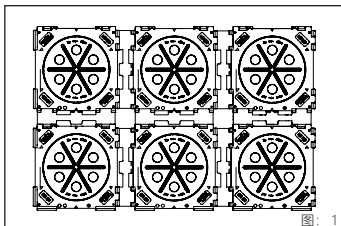

图: 1
对于外径大于等于 160 毫米的规划电缆护管和管道 (通过 HSI 150-M168 (WR)、HSI 150-D 160 GSM、KES-M150-D 或 HSI150-GSM 160/X 连接), 这样能确保便可以使管线沟达到更高的密实质量并确保遵守 50 毫米以上的护管最小间距 (见图: 1)。